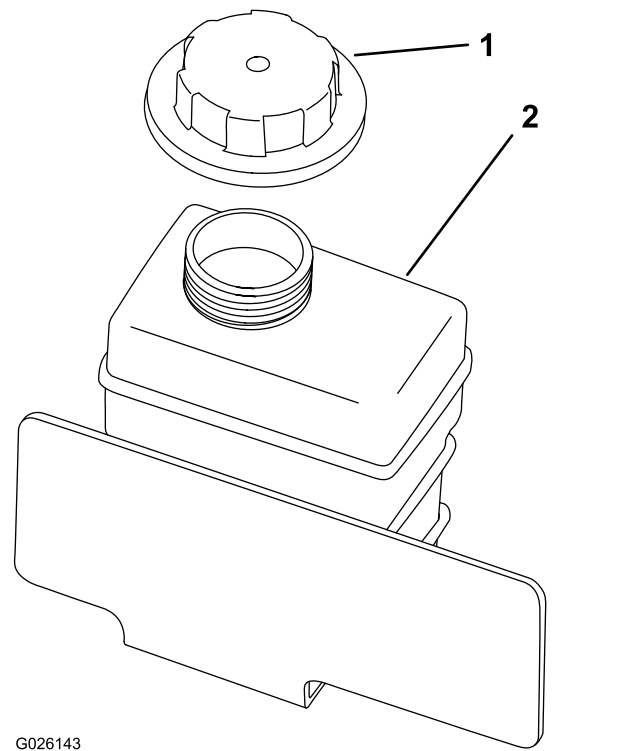

Figura 18
2. Verifique o nível de líquido de arrefecimento dentro do depósito de reserva (Figura 18).